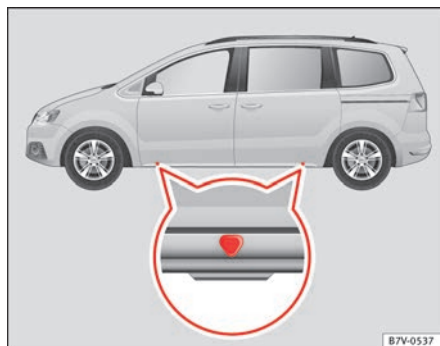

Fig. 183 Puntos de apoyo del gato.
El gato sólo se debe colocar en los alojamientos indicados (marcas en la carrocería) ⇒ fig. 183. La marca indica la posición de los puntos de apoyo **debajo** del vehículo. Los puntos de apoyo se encuentran en los nervios situa-
5. Busque debajo del vehículo el punto de apoyo para el gato ⇒ **fig. 183** que se encuentre más próximo a la rueda que vaya a cambiar.